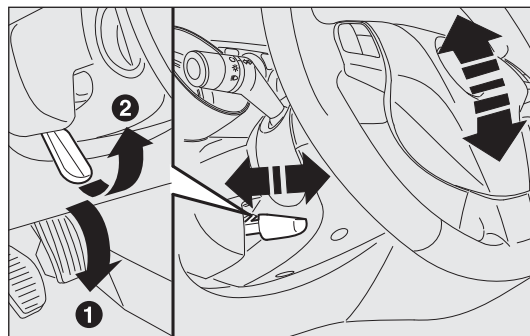

fig. 28
- ☐ débloquer le levier A-fig. 28 en le poussant vers l'avant (position 1) ;